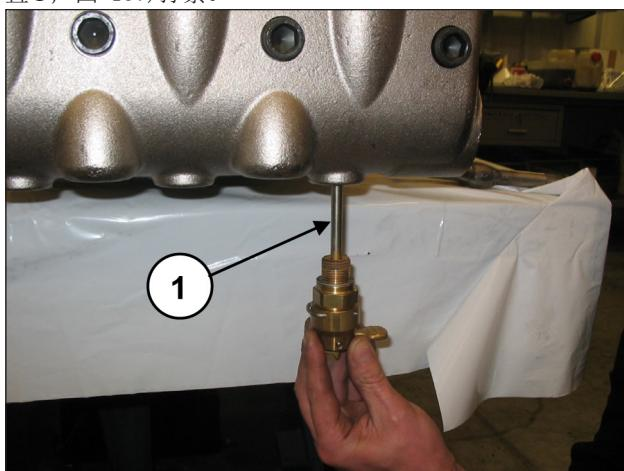
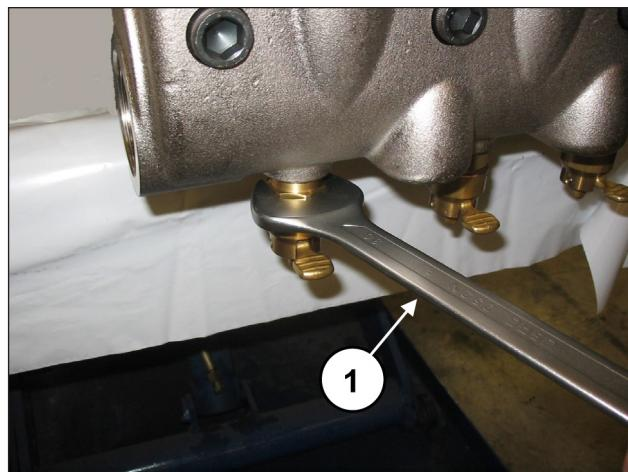

图 136
图 137
安装阀门打开装置(位置①，图 136)并通过30毫米扳手(位置①，图 137)拧紧。